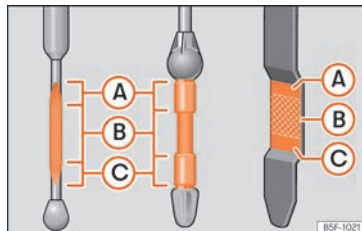

Abb. 189 Ölmesstab
»» **Abb. 189.** Füllen Sie gegebenenfalls Motoröl nach.
- Wenn der Ölstand mindestens den Bereich »» **Abb. 189 (B)** erreicht hat, vorsichtig den Deckel des Einfüllstutzens aufschrauben »» **ⓘ**.
Liegt der Ölstand über dem Bereich »» **Abb. 189 (A)**, starten Sie den Motor bitte nicht. Dies könnte zu einer Beschädigung des Motors und des Katalysators führen. Wenden Sie sich an einen Fachbetrieb.
Der Ölstand darf keinesfalls über dem Bereich »» **Abb. 189 (A)** stehen, andernfalls könnte Öl über die Entlüftung der Motorölpumpe angesaugt werden und über die Abgasanlage in die Atmosphäre gelangen. »»